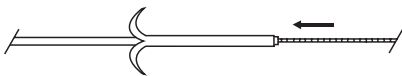

Fig. 2
- b) Com a ponta do cateter rectificada, avance o cateter sobre o fio guia. (Fig. 2)